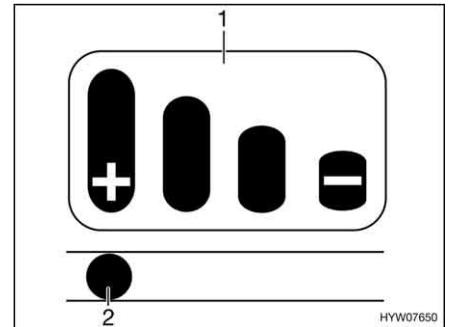

Bild 196 Slitageindikator
På kopplingshandtaget finns det en slitageindikator (Bild 196) med stapeldiagram (Bild 196,1).
- När stiftet (Bild 196,2) i det avlånga hålet står på markeringen "+" är friktionsbeläggen i nytt skick.